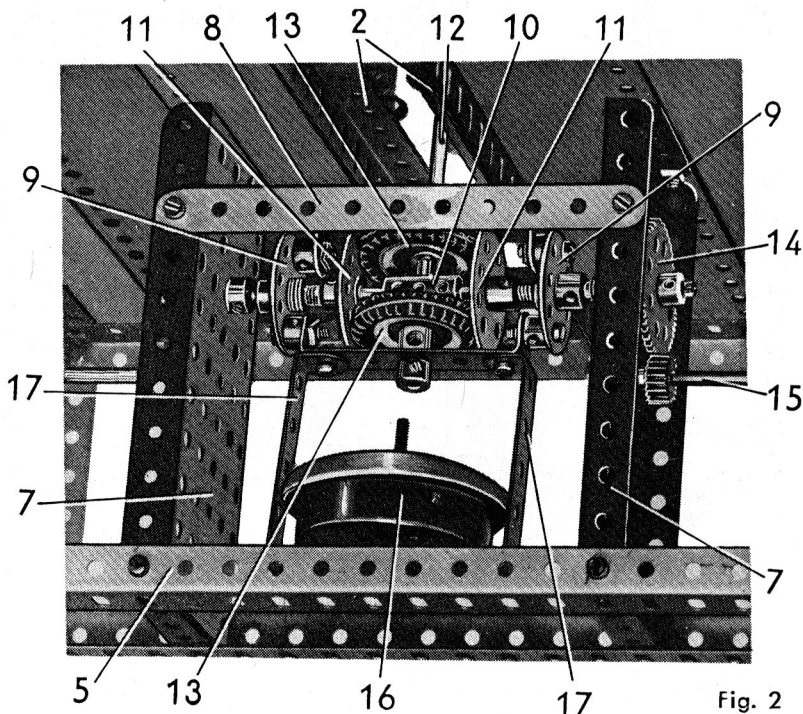

Fig. 2
De grands goussets d'assemblage sont fixés à la jonction des cornières (3) et (4) pour étayer l'ensemble. Deux cornières de 25 trous (5) sont tenues par des équerres entre les cornières (3), au centre de la base. Sur deux côtés opposés du modèle une cornière de 11 trous (6) est fixée verticalement entre la cornière (1) et la cornière (2). Deux plaques à rebords de 14 x 6 cm. (7) sont montées sur les cornières (5) et leurs bords supérieurs sont boulonnés sous le plancher du ring. Les deux plaques sont assemblées de chaque côté par une bande de 11 trous (8). Un différentiel (fig. 2) est construit entre deux roues barillettes (9) réunies par deux bandes coudées de 60 x 12 mm. Une bague d'arrêt est passée sur chaque boulon de 12 mm. assurant la fixation. Une tringle de 7,5 mm. tourne librement dans chaque roue barillette (9) et l'extrémité des tringles est engagée dans un accouplement (10). Chaque tringle porte, entre l'accouplement (10) et la roue barillette (9) une seconde roue barillette (11) qui, elle, est bloquée sur la tringle. Trois rondelles et un ressort de compression sont passés sur la tringle entre les roues barillettes (9) et (11).